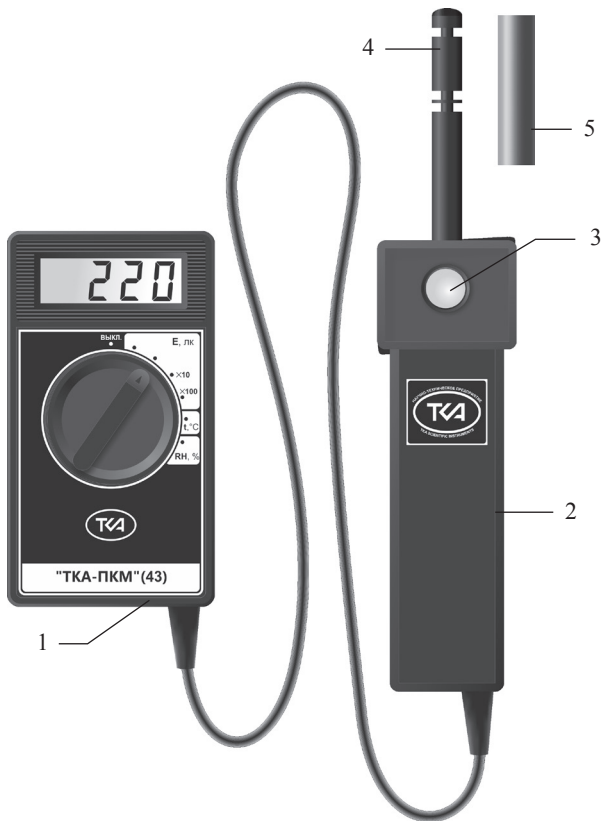

Рис.1 – Внешний вид прибора “ТКА-ПКМ”(43)
5.1 Конструктивно прибор выполнен в виде двух функциональных блоков: блока обработки информации (БОИ) и измерительной головки (ИГ), соединённых между собой кабелем связи (Рис.1).